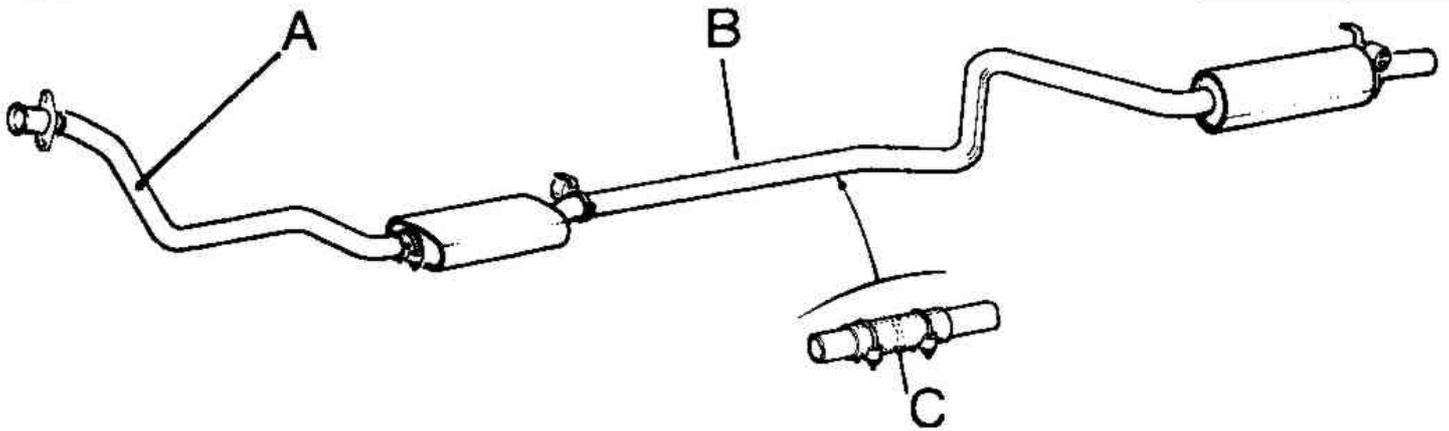

Рис.3.101. Приемная труба (А), резонатор в сборе с глушителем (В) и соединительная муфта (С) (Разд.38)
1. Для моделей с рядным двигателем система выпуска состоит из литого чугунного выпускного коллектора, приемной трубы и переднего резонатора и заднего глушителя, конструктивно представляющих собой единое целое (Рис. 3.101).